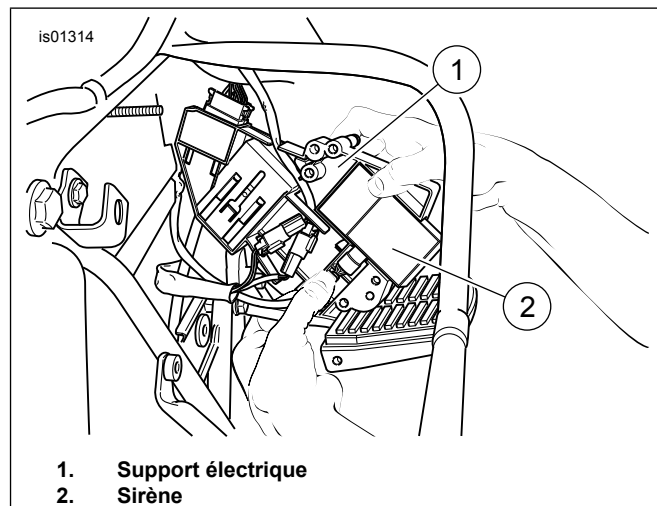

Figure 16. Installer la sirène (Touring 2002-2007)
7. Figure 16 Glisser la sirène (2) à sa place à l'arrière du support électrique (1) de sorte que le disque soit tourné vers l'extérieur.